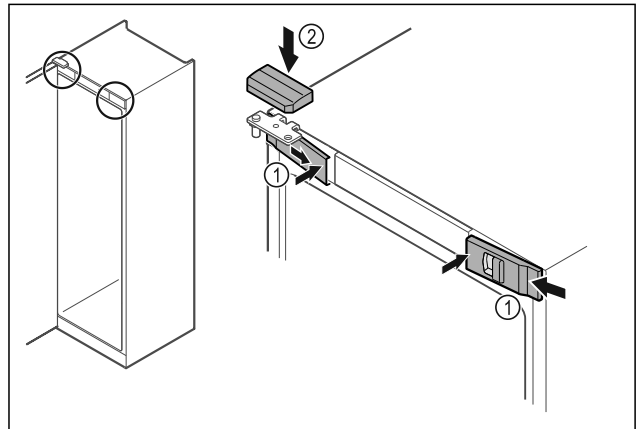

Fig. 53
- ▶ Įkabinkite priekines dengiamąsias plokšteles Fig. 53 (1) šone ir užfiksuokite vidinėje pusėje.
- ▶ Užfiksuokite viršutinę dengiamąją plokštelę Fig. 53 (2) iš viršaus.